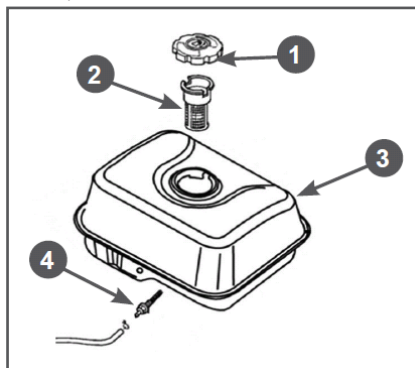

Рис. 20 Топливные фильтры
топливного бака. Второй фильтр конструктивно объединен со штуцером топливного бака и установлен внутри бака (Рис. 20).
Через каждые 300 часов работы необходимо производить очистку топливного бака от грязи и конденсата. Одновременно с очисткой топливного бака необходимо проверять и очищать фильтр 4, установленный внутри бака (Рис. 20).
3. Выкрутите из топливного бака выходной штуцер 4 и произведите его очистку (Рис. 20). Внимательно осмотрите сетчатый фильтр. При обнаружении механических повреждений замените штуцер топливного бака.